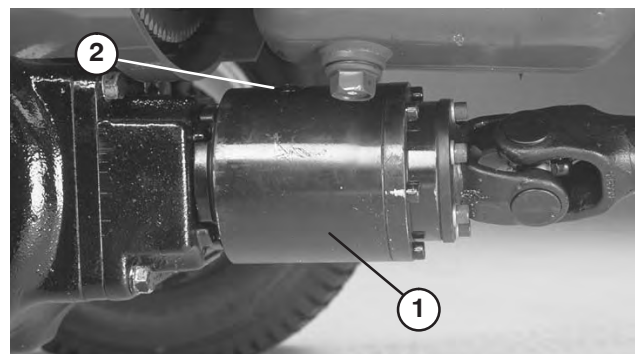

Figure 75
3. Tournez l'embrayage jusqu'à ce que le bouchon de vidange soit en bas (Fig. 75).